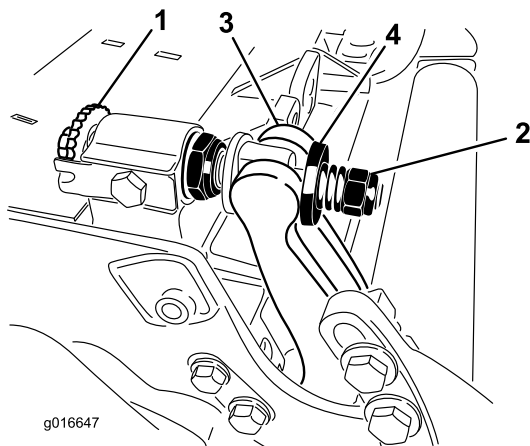

Figure 31
1. Tournez les vis de réglage de la barre d'appui dans le sens antihoraire pour éloigner la contre-lame du cylindre (Figure 31).
2. Faites sortir l'écrou de tension du ressort jusqu'à ce que la rondelle ne soit plus tendue contre la barre d'appui (Figure 31).